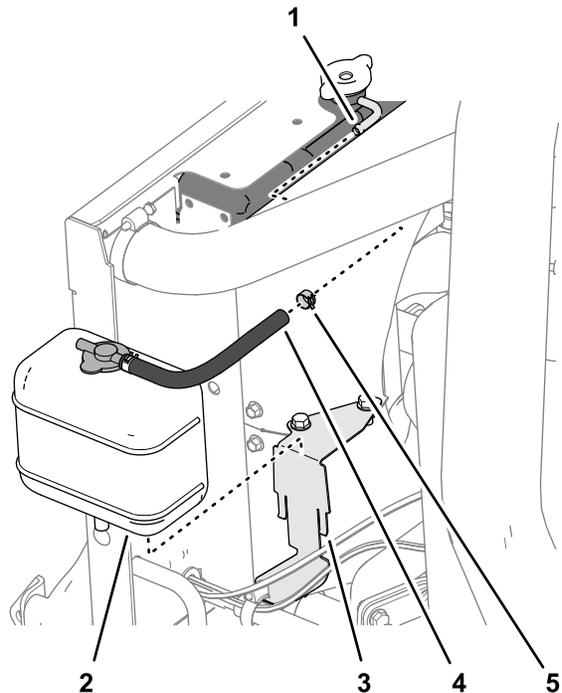

Figura 8
1. Retire a braçadeira de tubos que prende o tubo à união de alívio do radiador e retire o tubo da união (Figura 8).
2. Levante o reservatório do suporte do reservatório e retire-o da máquina (Figura 8).